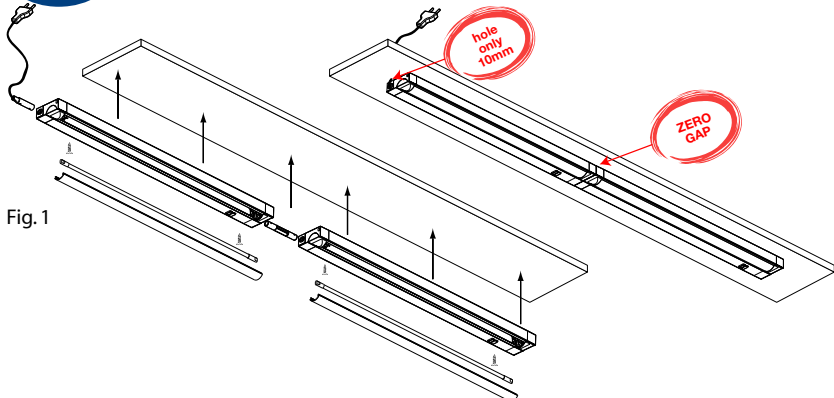

Fig. 1
4.3 SLIDE SAILLANT : appareil non encastrable à monter en file continue (max. 250W) sous un élément mural, conçu pour fonctionner avec le système de connexion L&S PRATIKA V07 (Fig. 1).